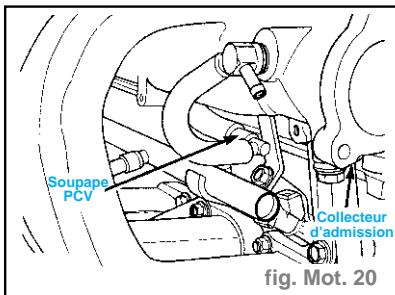

fig. Mot. 20
- Vérifier l'état des connexions du système PCV. (fig. Mot. 20)